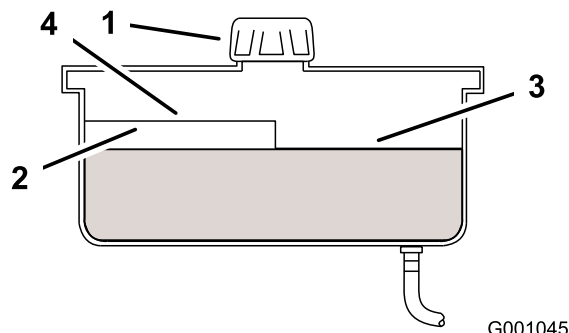

Figure 75
2. Nettoyez la surface autour du goulot de remplissage du réservoir hydraulique (Figure 75).
3. Enlevez le bouchon du goulot de remplissage et vérifiez si le réservoir contient du liquide (Figure 75).
Remarque: Lorsque l'huile est chaude, le niveau de liquide doit atteindre le haut du repère « à chaud » sur le déflecteur (Figure 75).